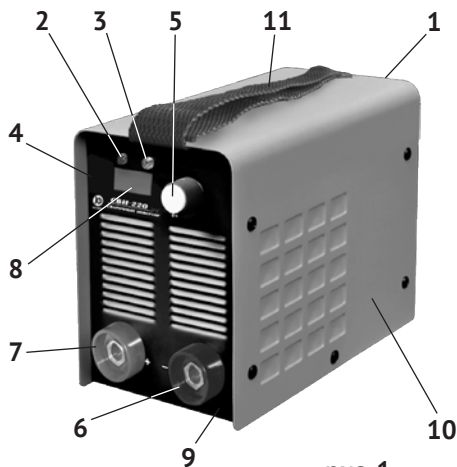

рис. 1
4.1 Общий вид инвертора представлен на рис. 1:
Основные узлы инвертора (трансформаторы, радиаторы, платы управления, биполярные транзисторы, конденсаторы и др.) закреплены на металлическом основании (рис.1 поз.9), выполненном заодно с передней и задней панелями. На нём крепится металлический корпус (рис.1 поз.10). Охлаждение прибора обеспечивают три радиатора и вентилятор, расположенный на задней панели. Выключатель (рис.1 поз.1, расположен на задней панели) имеет два фиксированных положения: «I» - включено, «0» - выключено (стандарт МЭК 60417).
6.4.1 Сварочный кабель с электрододержателем подключается к быстрозажимной клемме «плюс» (рис.1 поз.7), за исключением случая использования кислотных электродов. В любом случае, сначала ознакомьтесь с инструкцией на упаковке электродов.
6.4.2 Кабель массы подключается к быстрозажимной клемме «минус» (рис.1 поз.6) и крепится к рабочей поверхности, как можно ближе к месту сварки.
7.1 В большинстве случаев электрод подключается к быстрозажимной клемме «плюс» (рис.1 поз.7), однако есть некоторые виды электродов, подключаемых к быстрозажимной клемме «минус» (рис.1 поз.6), поэтому подключать сварочные кабели следует в соответствии с полярностью аппарата «+» и «-» и типом электродов.
7.4 Ток сварки регулируется с помощью ручки потенциометра (рис.1 поз.5) и контролируется по показаниям цифрового дисплея амперметра (рис.1 поз.8).